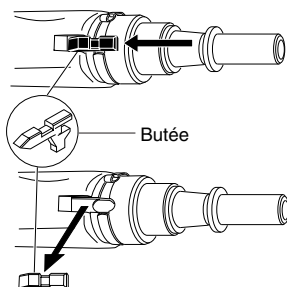

Figure 2 - Démontage de la butée
2. Pousser la butée vers l'arrière de l'outil pour l'enlever (Figure 2).